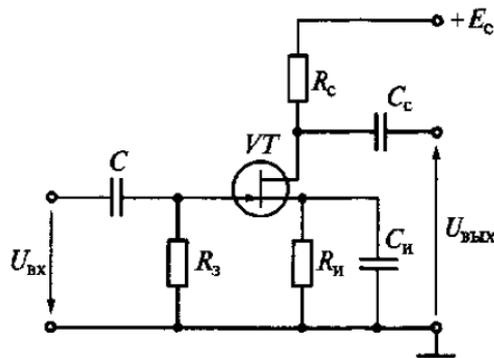

Рис. 10
10. Определите коэффициент усиления K_U усилительного каскада (рис. 10) на полевом транзисторе КП103М при $R_c = 4 \text{ кОм}$, если крутизна характеристики $S = dI_d/dU_з = 2,5 \text{ мА/В}$. Звено автоматического смещения $R_u - C_u$ и разделительные конденсаторы C и C_c не учитывать.